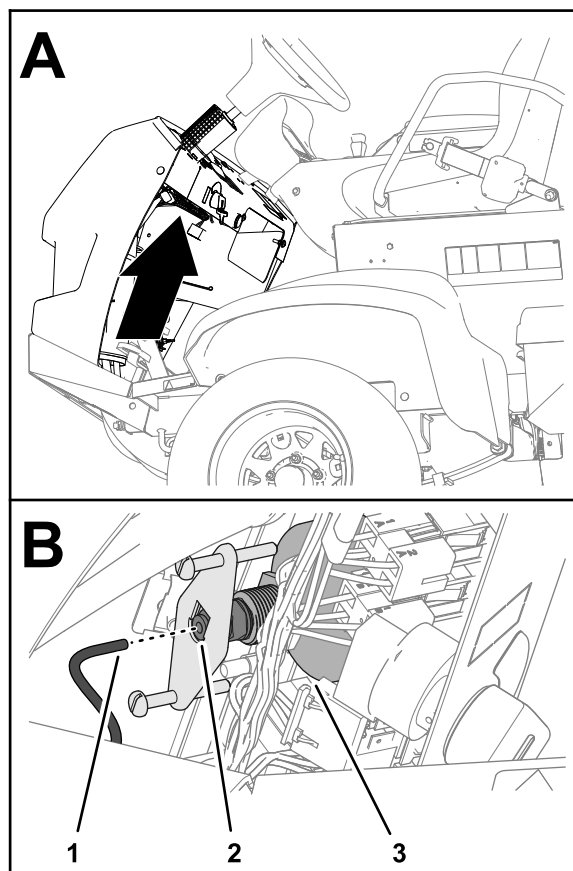

図 133
1. 圧力計の裏側にあるチューブカップラにチューブを接続する 図 133。